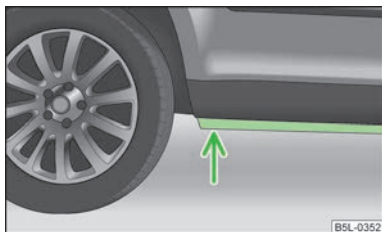

Fig. 154
- Determinar la profundidad del agua antes de un vadeo. El nivel del agua debe llegar como máximo al alma del larguero inferior » fig. 154;